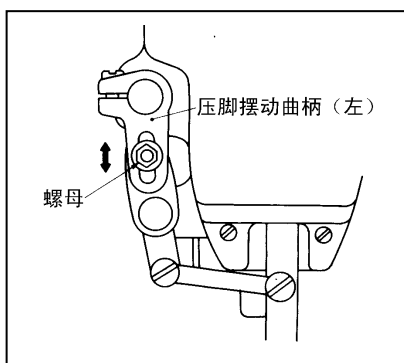

图 28
(2) 当压脚提升调节轴调到如上步骤（1）所示之后，调整压脚提升轴支架。调整之后应保证压脚提升轴支架上的压脚提升轴支架轴 B 的表面最高处与机壳上的盖板安装面之间的距离应为 12mm，然后，旋紧螺钉 C。
4) 外压脚进给量的调整（图 28）：
必须把差动量调节标盘旋至最小值上（无差动送料状态下），然后把上下送料进给量之比调整到 1 : 1 的状态下，才能确保上差动装置调节的准确性。如图 28 所示，松开位于压脚摆动曲柄（左）上的螺母，上下调整提升压脚变动曲柄轴。